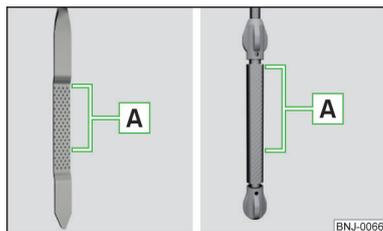

Fig. 168
**Asta di livello dell'olio** » fig. 168
- Il livello dell'olio non deve mai superare o scendere al di sotto del settore **A** » fig. 168 - pericolo di danneggiamento del motore e dell'impianto di scarico.